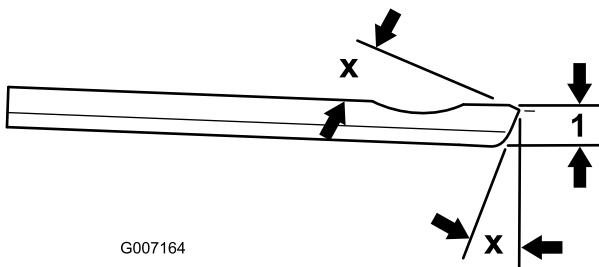

Bild 20
**Hinweis:** Als Schleifwinkel für das Untermesser oben und vorne werden 3 bis 7 Grad empfohlen (Bild 20).